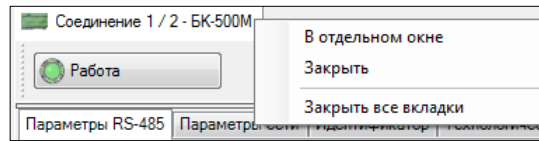

Рисунок 2.20 – Меню для вкладки устройства
- подать команду **В отдельном окне** через контекстное меню, которое появляется при нажатии правой кнопки «мыши» на заголовке вкладки (рисунок 2.20);